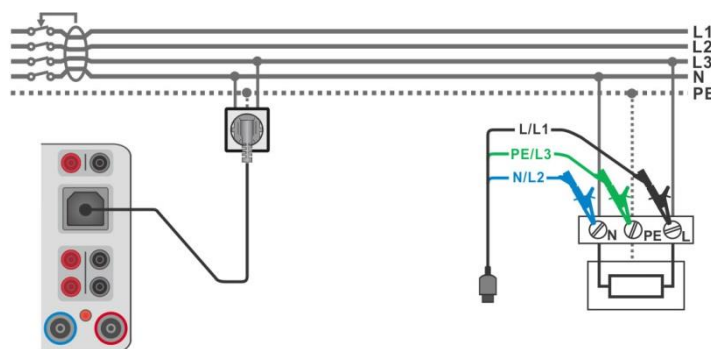

Abbildung 6.72: Anschluss des Commander-Prüfsteckers und des 3-Leiter Prüfadapters
- Verbinden Sie das 3-drahtige Prüfkabel oder das Steckerprüfkabel mit dem zu prüfenden Objekt, siehe **Abbildung 6.72**.